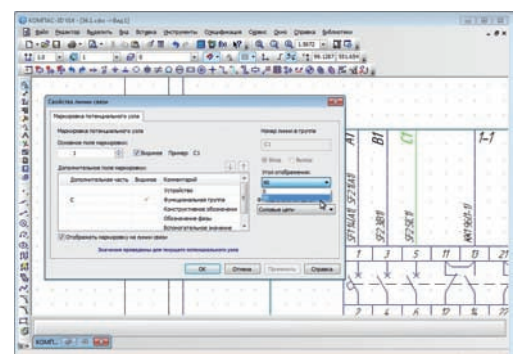

Рис. 7. Поворот текста
- поворота текста номера линии в группе на угол 90 градусов (рис. 7);